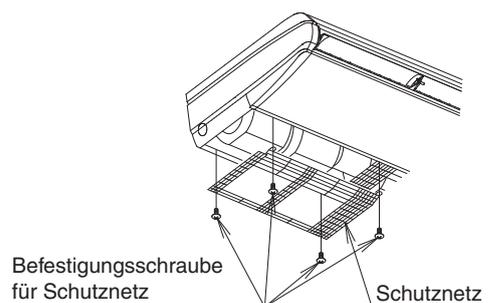
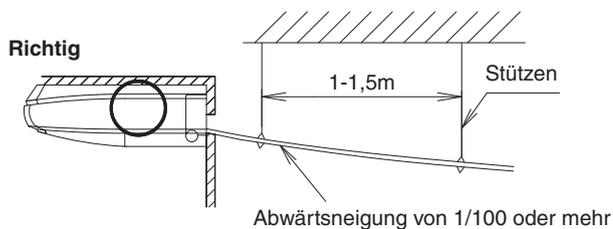
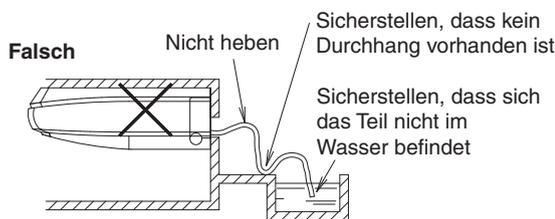

Abb. 22
Abb. 23
Abb. 24
Befestigen Sie nach der Installation des Ablaufschlauchs (1) (Zubehör) das Schutznetz in der umgekehrten Reihenfolge wie beim Entfernen. **(Siehe Abb. 22)**
- Wählen Sie den Rohrlängendurchmesser gleich oder größer als den des Ablaufschlauchs (1) (Zubehör) (Rohrleitung aus Polyvinylchlorid, Nenndurchmesser 20 mm, Außendurchmesser 26 mm).
- Installieren Sie die Ablaufleitungen so kurz wie möglich mit einer Abwärtsneigung von 1/100 oder mehr, um Lufteinschluss zu vermeiden. **(Siehe Abb. 23 und Abb. 24)** (Das kann ungewöhnliche, zum Beispiel blubbernde Geräusche verursachen.)
- Installieren Sie in einem Abstand von 1 bis 1,5 m Stützen, so dass die Rohrleitung nicht umgelenkt werden kann. **(Siehe Abb. 23)**